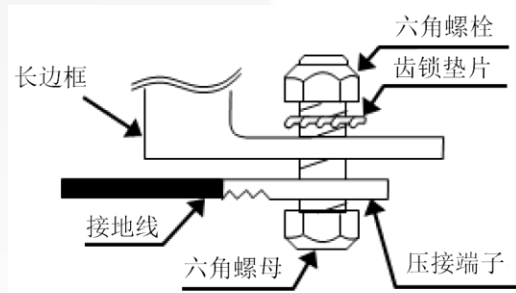

图 6-1 组件接地图
- 5) 太阳能电池组件长边边框的接地孔处用螺栓和压接端子压接地线，并用 M4 的螺母进行安装。另外地线安装部分的组件边框可能进水，建议在接地线时使用高处的接地孔。（接地孔 $\varphi 5.1$ ）地线连接如图 6-1 所示。所有的导电连接点必须牢固连接。如不能满足阳光能源接地要求，出现与接地相关的任何问题，我司免责。